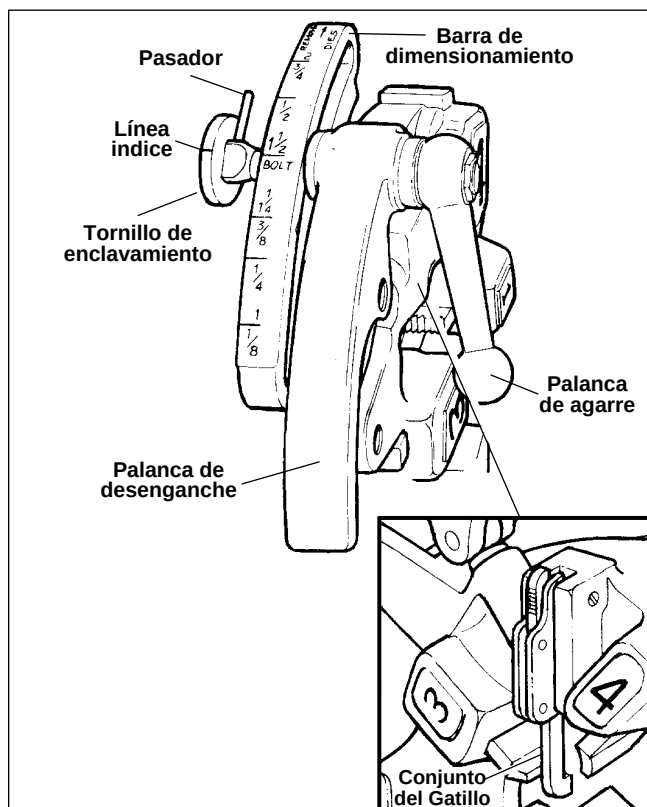

Figura 9 – Cabezal de terrajas de Autoapertura Nos. 711 y 911
7. b. Cabezal de terrajas de Autoapertura (*Figura 9*) – Cuando el gatillo del cabezal de terrajas toque el extremo del tubo, la palanca de desenganche se abre automáticamente sobre las roscas biseladas o achaflanadas.
Los cabezales de terraja No. 711 y 911 (*Figura 9*) para roscas a mano derecha requieren tres juegos de terrajas para roscar tubos de $\frac{1}{4}$ hasta 2 pulgadas. Se requiere un juego de terrajas para cada una de las siguientes gamas de tamaño: ($\frac{1}{4}$ " a $\frac{3}{8}$ "), ($\frac{1}{2}$ " a $\frac{3}{4}$ ") y (1" a 2"). Para roscar pernos se requiere un juego separado de terrajas para cada tamaño de perno.